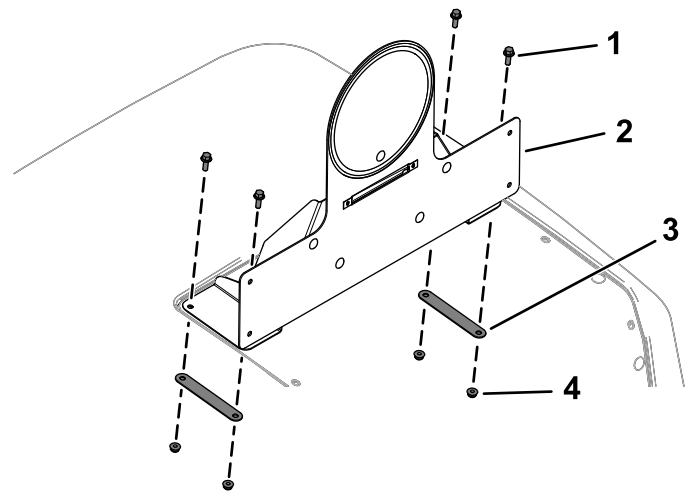

Figure 30
10. Fixez le support du panneau de vitesse sur le capot à l'aide de 4 boulons à embase ($\frac{1}{4}$ " x $\frac{3}{4}$ "), 2 supports arrière et 4 contre-écrous ($\frac{1}{4}$ "), comme montré à la Figure 30.